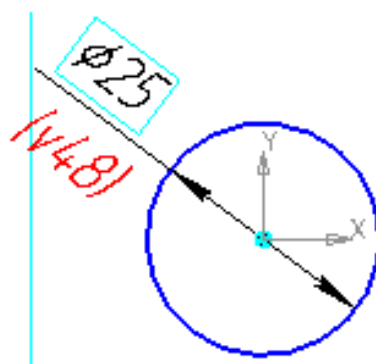

Рис. 11.6. Эскиз 4
5. Выберите Плоскость 5, войдите в режим создания эскиза, постройте **эскиз 4** согласно рис. 11.6.